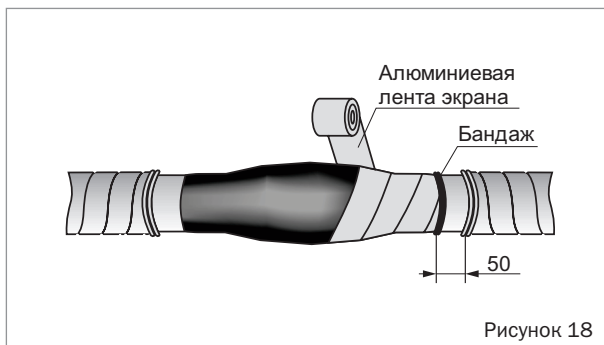

Рисунок 18
- Закрепить алюминиевую ленту экрана на оболочке кабеля бандажом из 2–3 витков стальной оцинкованной проволоки. Алюминиевую ленту экрана, выступающую за бандаж, удалить. Расстояние, оставшееся от среза брони кабеля до торца ленты экрана, должно составлять по 50 мм (рисунок 18).